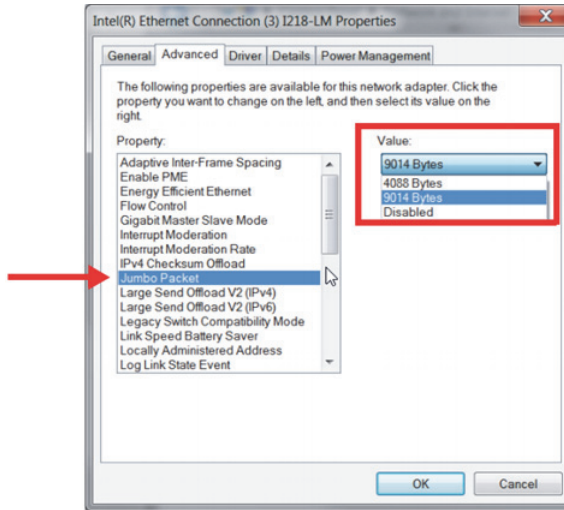

图 7-2 巨型数据包设置
- 在**Advanced**（高级）选项卡的**Property**（属性）区域中，选择**Jumbo Packet**（巨型数据包）或**Jumbo Frames**（巨型帧），然后在**Value**（值）区域中，将值更改为**9014 Bytes**（9014字节）（参见第75页的图 7-2）。